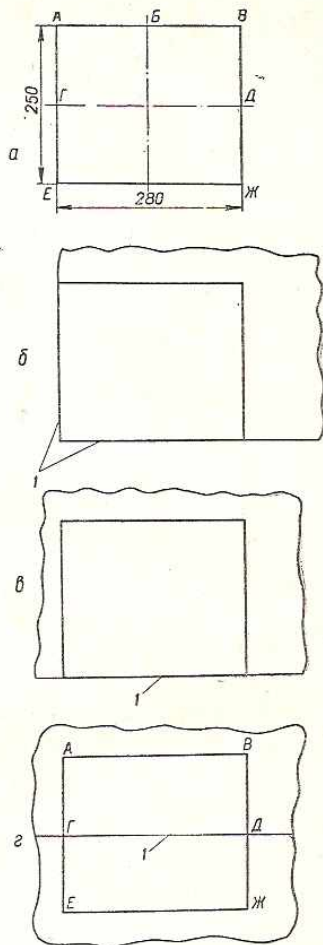

Рис. 125. Разметка детали на заготовке.
Размечать нужно экономно, чтобы как можно меньше металла тратилось на изготовление изделий. Размечая то или иное изделие, на заготовке выбирают место для базовой линии, от которой строят контуры изделия. Если заготовка имеет ровные кромки, одну из них принимают за базовую линию и тогда размечают от этой кромки. Например, надо разметить прямоугольник (рис. 125, а) для построения коробки или совка. Рассмотрим три возможных случая разметки в зависимости от формы данной заготовки.
Первый случай. Заготовка имеет две ровные кромки *1*, расположенные под прямым углом друг к другу (рис. 125, б). Взяв за базовые линии кромки *1*, откладывают ширину прямоугольника развертки и ее длину. Затем строят две противоположные стороны прямоугольника.
Второй случай. На заготовке имеется одна ровная кромка (рис. 125, в), которую принимают за базовую линию. На этой кромке откладывают размер одной из сторон прямоугольника и к ней достраивают весь прямоугольник.
Третий случай. Все кромки заготовки неровные (рис. 125, г). Проводят по середине заготовки линию *1*, которая будет базовой. На ней откладывают длину *ГД* прямоугольника. Из точек *Г* и *Д* с помощью угольника проводят линии под прямым углом к базовой линии. На этих линиях откладывают размеры сторон прямоугольника *АЕ* и *ВЖ*, чтобы базовая линия *ГД* разделила эти стороны по середине. Проводят линии *АВ* и *ЕЖ*.
2. Вырезать по линиям разметки прямоугольник для развертки совка (рис. 125, а).